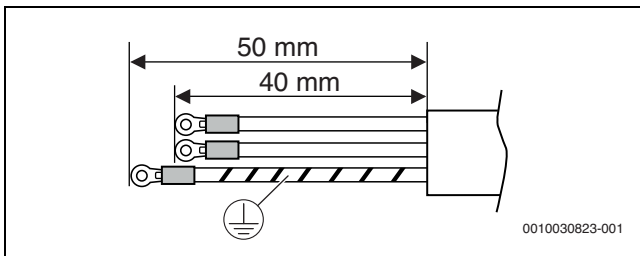

Bild 28 Strömförsörjningskabel
- För strömförsörjningskabeln ska du säkert klämma fast en rund anslutningsplint på varje ände av den randiga kabeln (tvärsnittsarea 2,0 mm2 eller 2,5 mm2 om kabellängden överskrider 20 m) se bild 28.